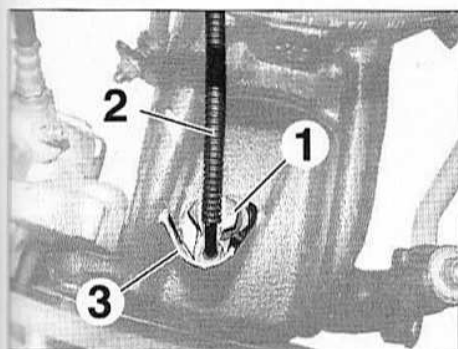

FIG.4
- la vis (1) (Fig.4),
- le capteur de roue (2),